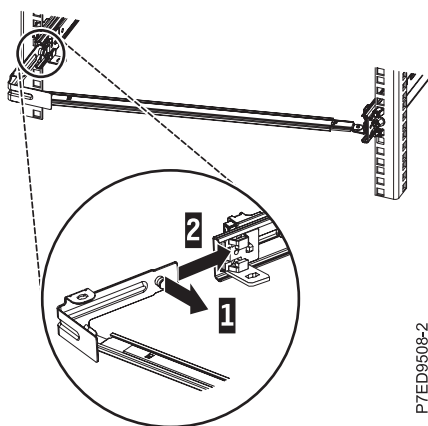

Figura 14. Extensión de la patilla y colocación de la pieza de sujeción en el riel deslizante
3. Para conectar el otro lado del brazo de soporte a la parte posterior del riel deslizante, tire de la patilla hacia afuera (1) y, a continuación, deslice la pieza de sujeción (2) en el riel deslizante izquierdo, tal como se muestra en la Figura 14.